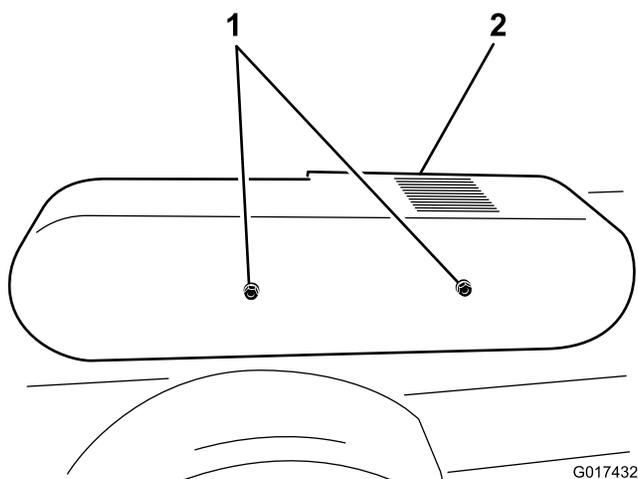

Figure 16
2. Déposez le protège-courroie (Figure 16).